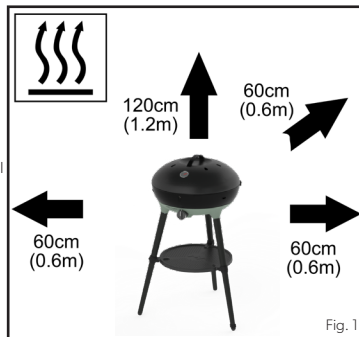

Fig. 1
- Assicuratevi che il dispositivo sia usato a distanza da materiali infiammabili. Distanze minime di sicurezza: sopra il dispositivo - 1,2 m; dietro e ai lati - 0,6m. (Fig. 1)